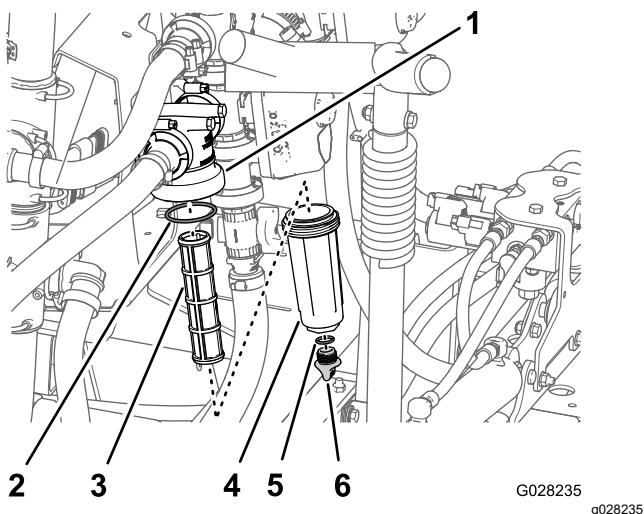

Figure 51
2. Placez un bac de vidange sous le filtre de pression (Figure 51).
3. Tournez le bouchon de vidange dans le sens antihoraire et déposez-le de la cuvette du filtre de pression (Figure 51).
4. Tournez la cuvette dans le sens antihoraire et déposez la tête du filtre (Figure 51).
5. Retirez l'élément du filtre de pression (Figure 51).
7. Contrôlez l'état et l'usure du joint du bouchon de vidange (à l'intérieur de la cuvette) et du joint de la cuvette (à l'intérieur de la tête du filtre) (Figure 51).
8. Placez l'élément dans la tête du filtre de pression (Figure 51).
9. Vissez la cuvette sur la tête du filtre à la main (Figure 51).
10. Vissez le bouchon de vidange sur le raccord au fond de la cuvette et serrez-le à la main (Figure 51).